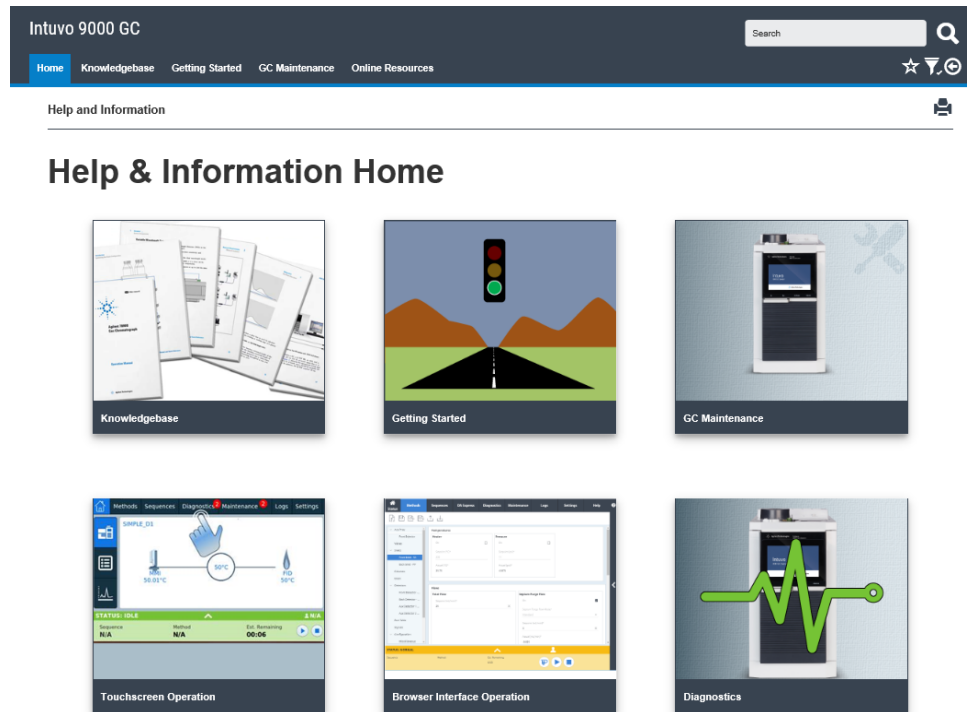

Figura 4 Intuvo Web Help - Help & Information Home
- 4 Premere Enter. La guida web Intuvo lancia il browser: Consultare Figura 4.